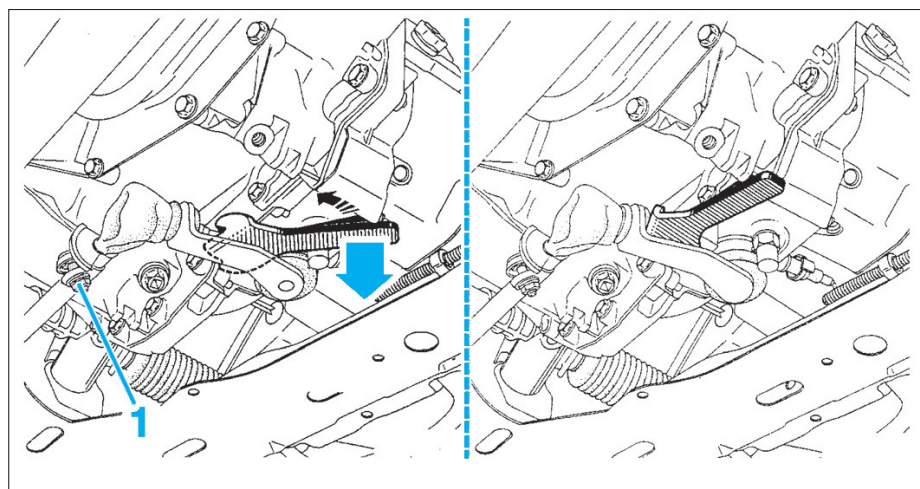
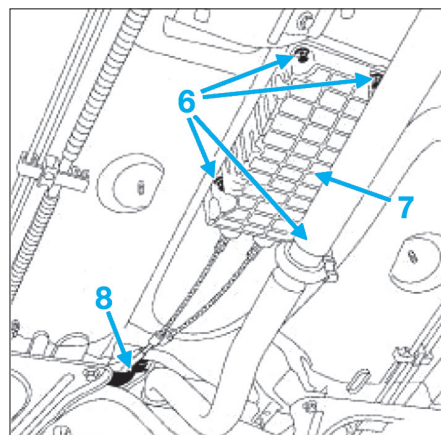

Fig. 18
Fig. 17
- les quatre vis de fixation (6) du boîtier de commande de vitesses (Fig.17),
- le boîtier de commande (7).
- S'assurer du bon passage des câbles de commande externes des vitesses dans l'équerre (8) (Fig.17).
- Reposer le boîtier de commande (7).
- Reposer et serrer au couple les quatre vis de fixation du boîtier de commande (6) (2,1daN.m).
- Desserrer la vis de réglage (1) de la biellette de commande de sélection (Fig.18).
- Mettre en place l'outil Renault B.Vi. 1133 entre le levier de renvoi et le carter de boîte (Fig.18).